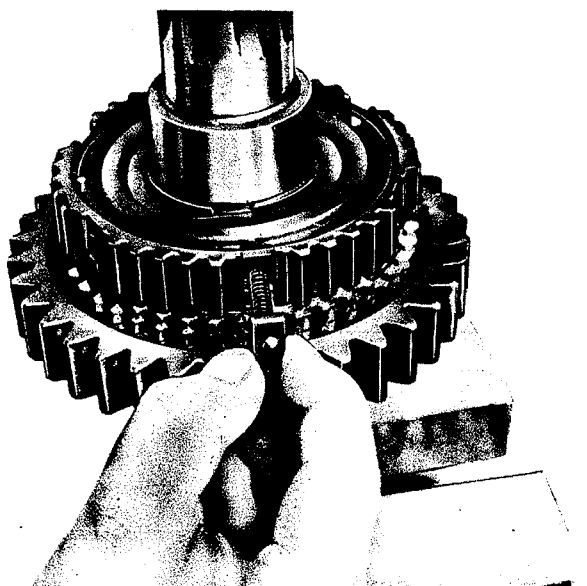

Fig. 27
7. Introduire les pièces ainsi collées, avec les ressorts de pression tout d'abord dans les alésages du synchroniseur (fig. 27) et les y fixer avec de la graisse.